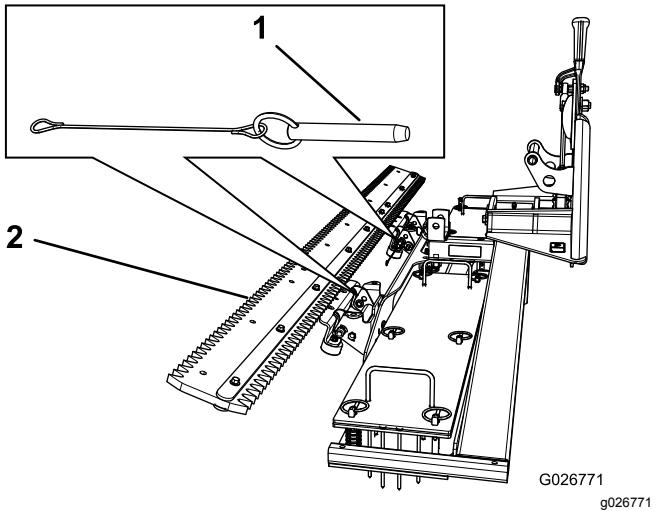

Figura 11
1. Retire os dois passadores de forquilha (Figura 11).
1. Passador de forquilha (2) 2. Rastelo na posição dobrada
2. Incline o rastelo para cima e insira o passador de forquilha para o prender nessa posição (Figura 11).